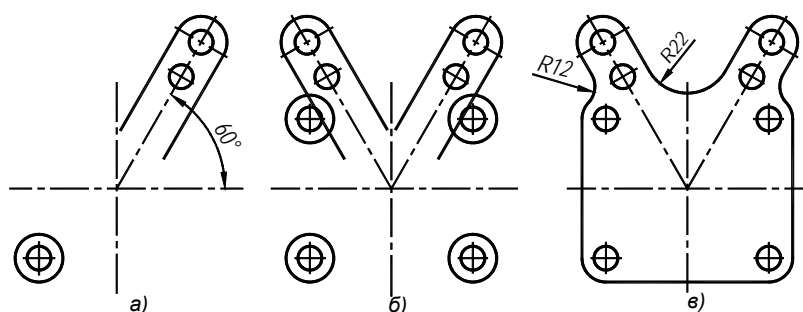

Рис. 1.7. Построение наружного контура прокладки: а — исходные элементы; б — зеркальное отображение и массив отверстий; в — сопряжения
**Правый сектор.** Построение сектора (рис. 1.7, а) существенно упрощается, если повернуть оси координат на  $60^\circ$ :
**Левый сектор** получим командой MIRROR зеркальным отображением правого относительно вертикальной оси (рис. 1.7, б):
(рис. 1.7, а); размножим эту группу элементов, создав из них прямоугольный массив командой ARRAY (Массив); проведем отрезки прямых, касательных к окружностям массива; выполним сопряжения контура дугами окружностей:
-  `array` или укажите кнопку  \ задайте тип массива Rectangular (Прямоугольный) \ выберите окружности и их оси \ задайте количество рядов 2 \ количество столбцов 2 \ расстояние между рядами 70 \ расстояние между столбцами 82 \ ОК — получено четыре группы отверстий (см. рис. 1.7, б);
- `line` \ с объектной привязкой Quadrant или Tangent укажите сопрягаемые окружности \ ПЩ — построен отрезок касательной прямой (см. рис. 1.7, в);